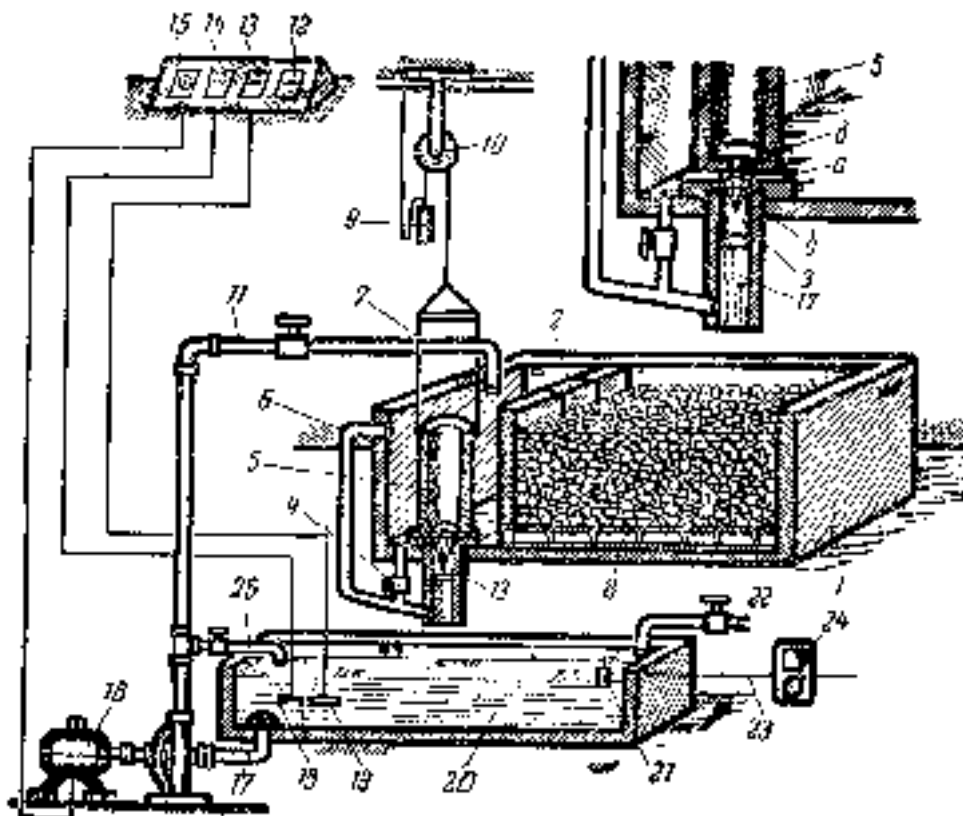

Рис. 36. Схема устройства гидропонной установки системы Рёшлера:
Питательный раствор должен оставаться в резервуаре примерно 20 минут для полного насыщения гравия и только после этого снова освобождать резервуар. Как же достигается автоматизация в этом случае? Оказывается очень просто: в дне запирающего стакана (5) просверлено маленькое отверстие в (рис.36, увеличенная деталь схемы в правом верхнем углу), через которое из стакана медленно и непрерывно вытекает раствор. Отверстие должно быть именно такого диаметра, чтобы примерно через 20 минут вес пустеющего стакана стал меньше веса уравнивающего его груза (противовеса) (9), и тогда стакан поднимается кверху, открывая выход для раствора.